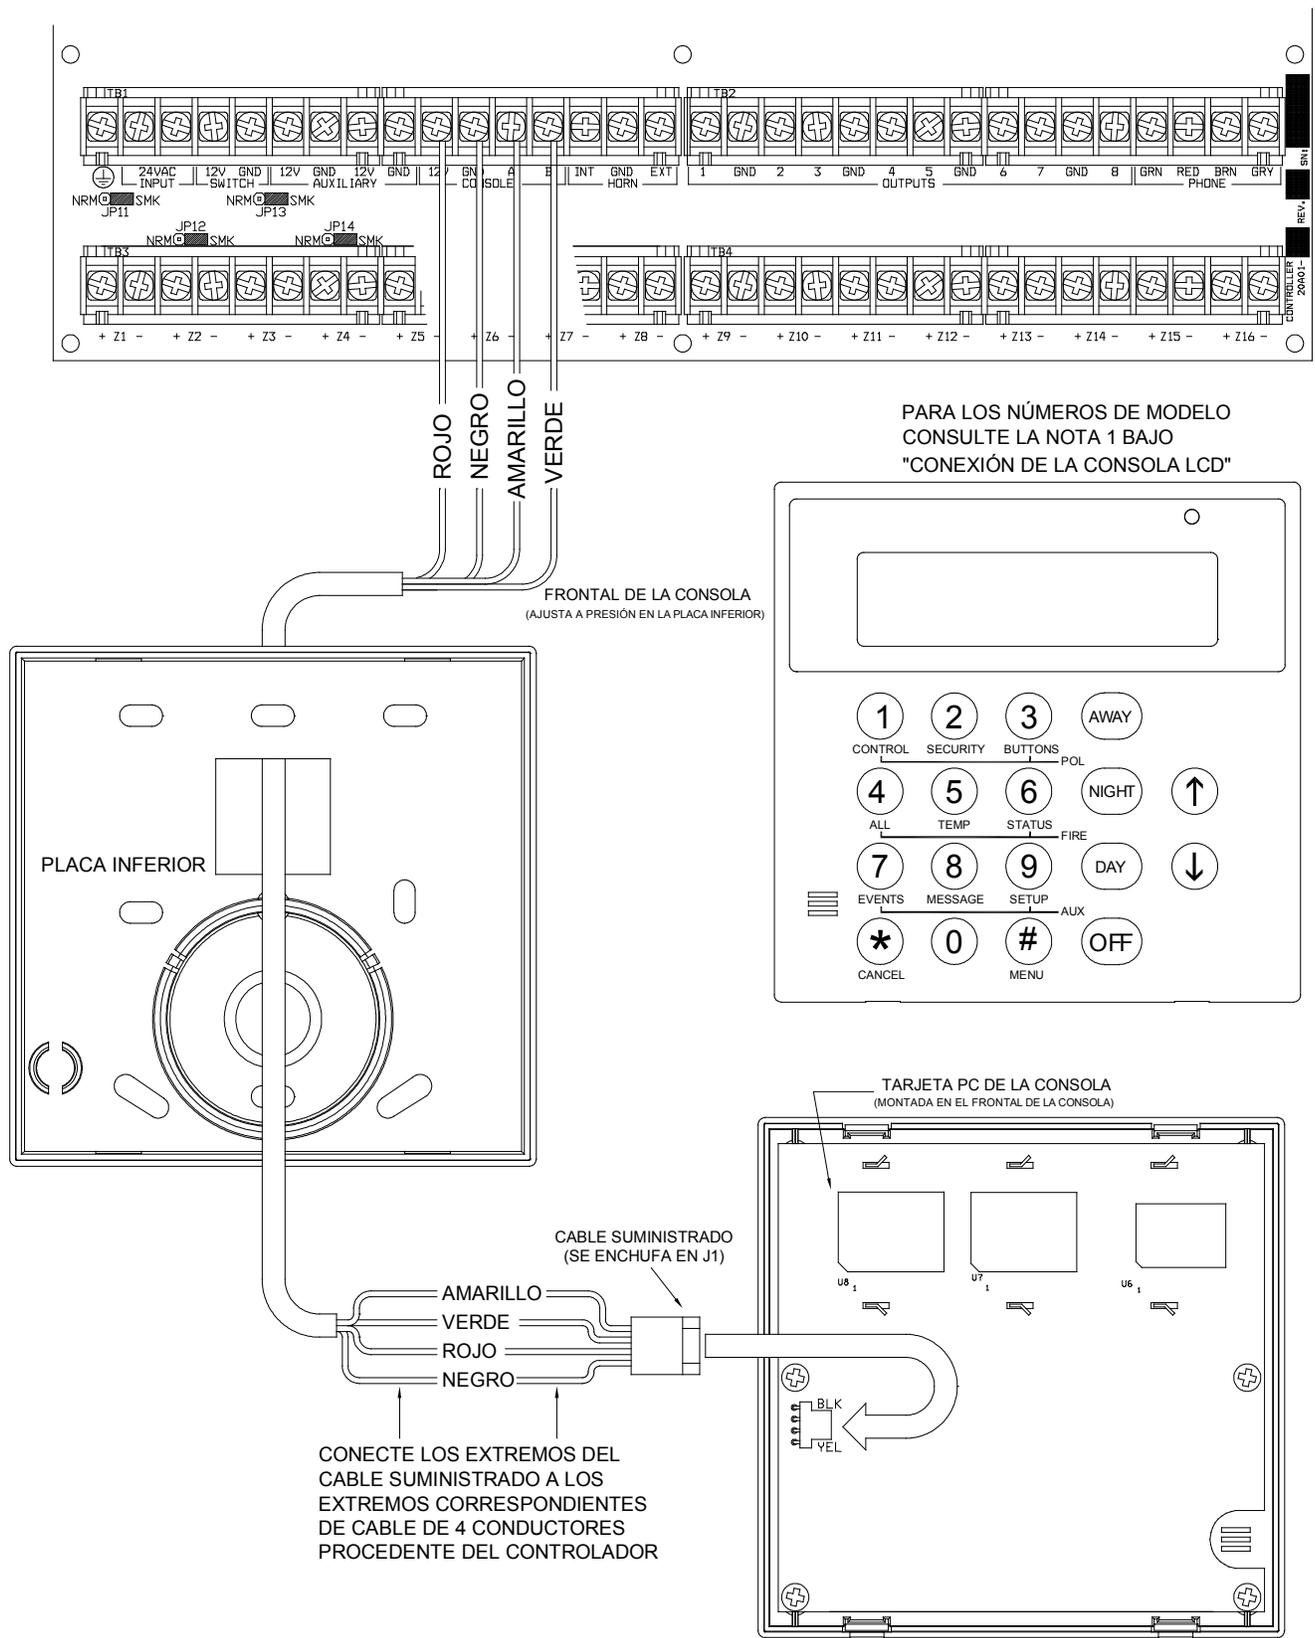

FIGURA 7 – CONEXIONES DE LA CONSOLA
5. Consulte la **FIGURA 7 (CONEXIÓN DEL CONTROLADOR)** para ver esta configuración.